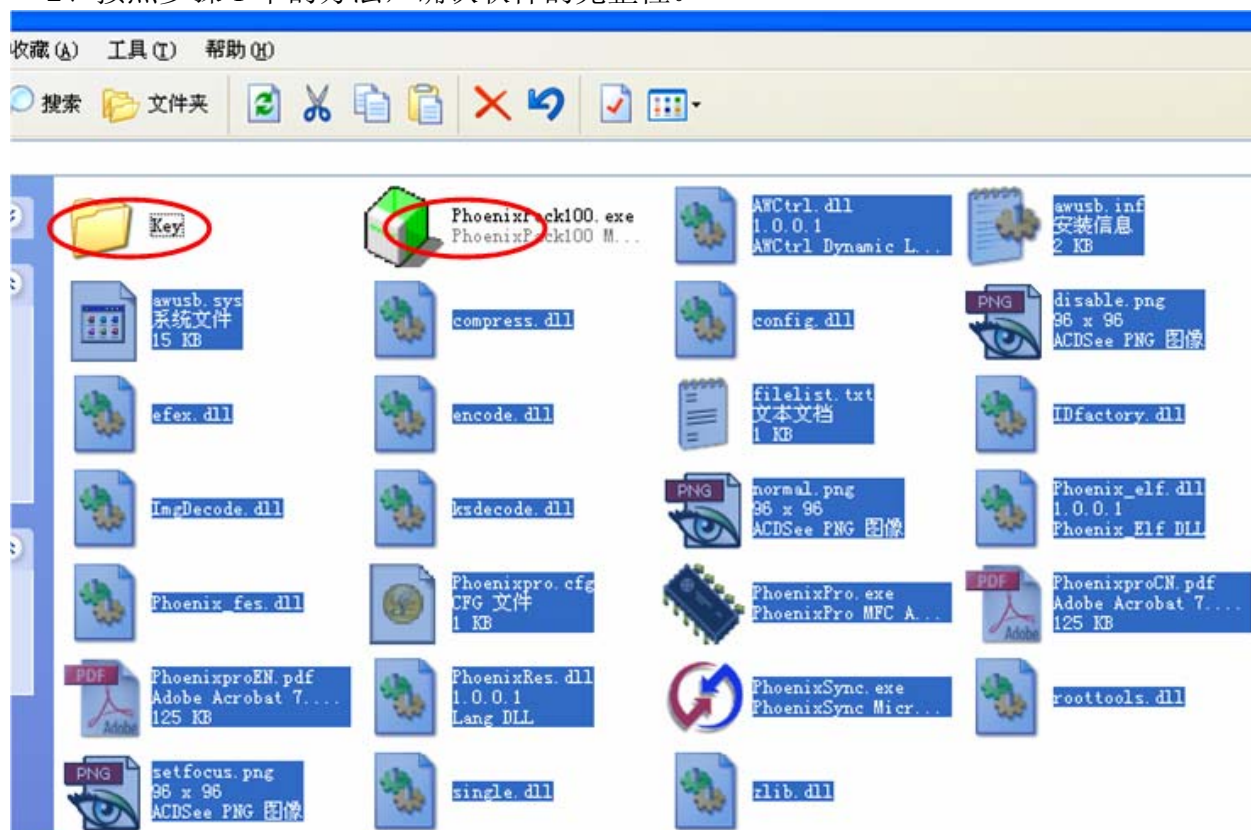

图 3.3
步骤 2: 如果用户的安装文件夹中存放的内容和图 3.3 中相似，为了保证软件的完整性，建议用户安装如下步骤再把软件安装一次。
1、删除图 3.3 中选中的组件，保留红圈中的